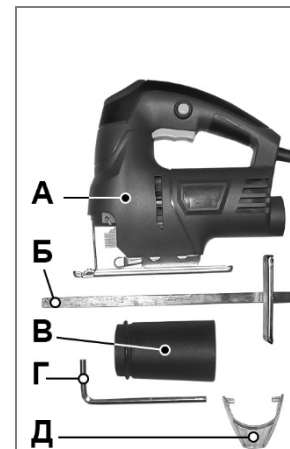

Рис. 1
3.1. Комплектность лобзика представлена в Таблице 3 и на Рис. 1.